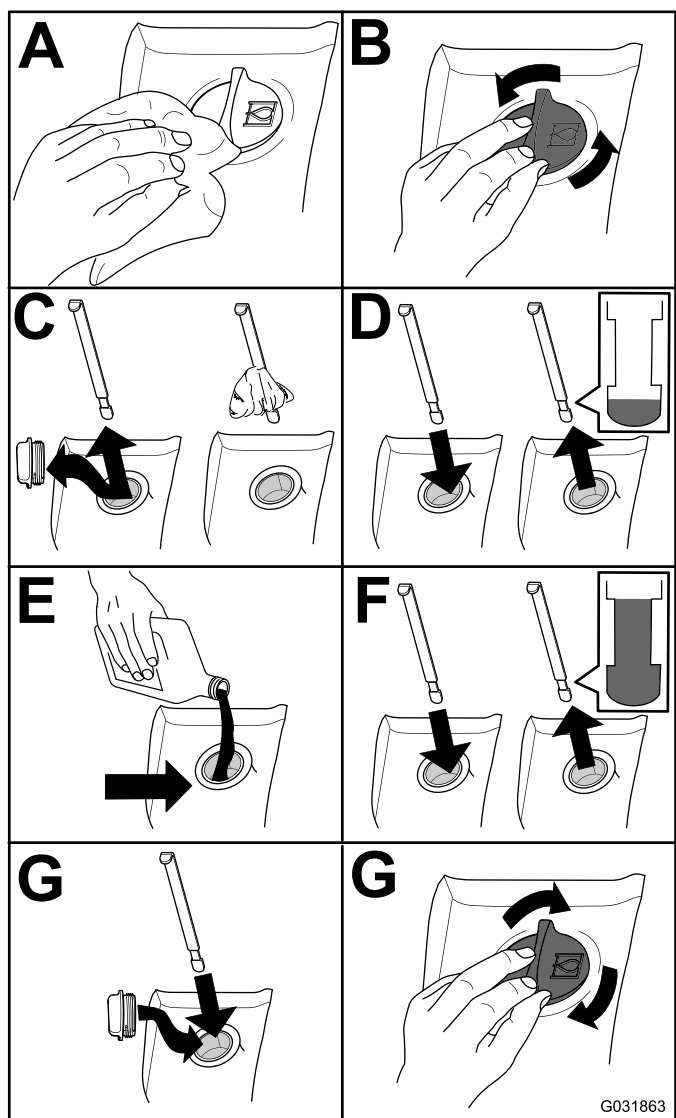

Figura 79
2. Compruebe el nivel de fluido hidráulico (Figura 79).